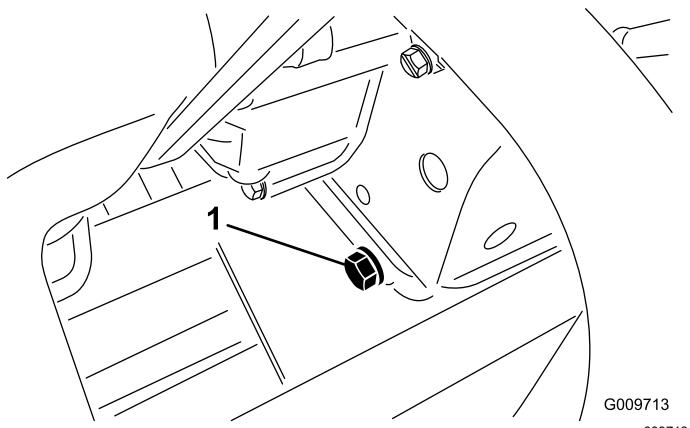

Figure 52
1. Retirez le bouchon de vidange (Figure 52) et laissez couler l'huile dans un bac de vidange. Remettez le bouchon quand la vidange est terminée.